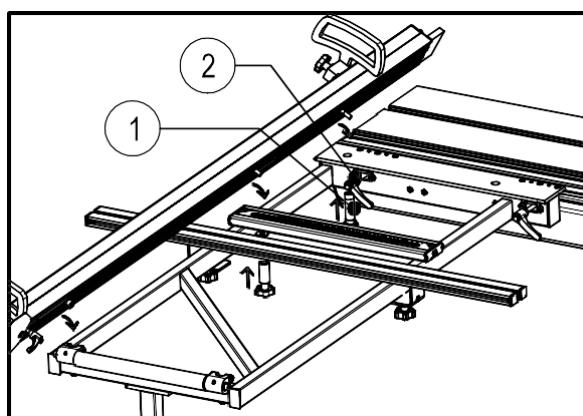
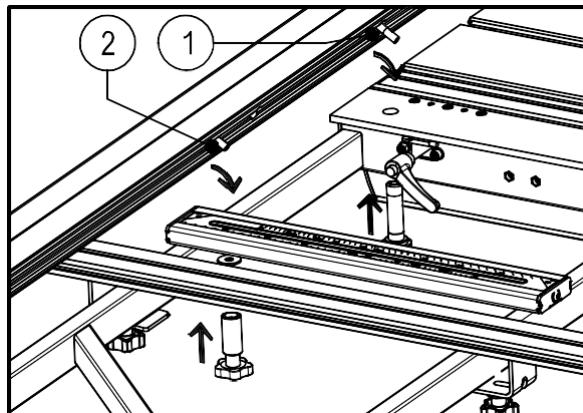

Рис.17
Рис.18В
Установка поперечного стола (рис.17)
Установка поперечной линейки (Рис.18А-В)
Чтобы установить поперечную линейку на поперечном столе, поместите ограждение с помощью правого шарнирного пальца (1) в крепежное отверстие в передней части стола (рис. 18В). Теперь установите зажимной винт (2). Двигайте упор назад, пока стопорный болт (3) не будет надежно закреплен опорном гнезде (4) а запорный болт (5) в точке опоры. Эти опорные точки также служат упором на 90 °. Опорная точка (4) установлена на заводе, но может быть при желании отрегулирована пользователем, но она не служит для регулировки прямоугольности ограждения, это делается с помощью 4 регулировочных болтов (рис. 17, 2), но для регулировки задней точки крепления. Упор можно использовать в двух положениях спереди или сзади и под углом. Все точки крепления устанавливаются на заводе.